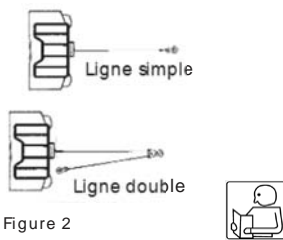

Figure 2
1. La charge nominale maximale concerne la couche du câble métallique située le plus près du tambour. NE SURCHARGEZ PAS. NE TENTEZ PAS DE TIRER UNE CHARGE LOURDE PENDANT UNE DURÉE PROLONGÉE. Toute surcharge pourrait endommager le treuil et/ou le câble métallique et engendrer des conditions d'utilisation dangereuses. POUR LES CHARGES DÉPASSANT DE 1/2 LA CAPACITÉ NOMINALE, NOUS RECOMMANDONS D'UTILISER LA MOUFFLE EN OPTION AFIN DE DOUBLER LE CÂBLE MÉTALLIQUE (Figure 2). Cela réduit la charge sur le treuil et la tension sur le câble métallique d'environ 50 %. Fixez le crochet sur la partie porteuse. Le moteur du véhicule doit fonctionner pendant l'utilisation du treuil. En cas d'utilisation importante du treuil pendant que le moteur est éteint, la batterie pourrait devenir trop faible pour redémarrer le moteur.